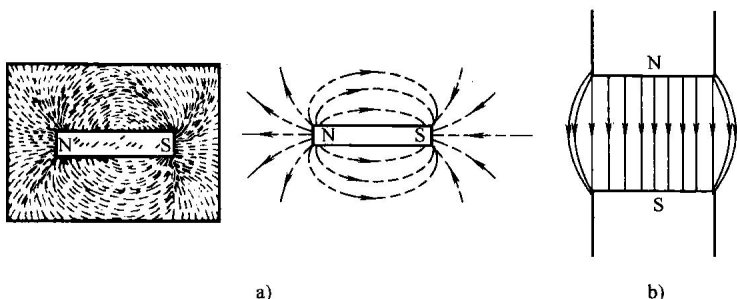

图 1-1 磁场及磁力线
3) 磁力线的疏密程度通常表明了磁场的强弱；在磁场强的地方磁力线比较密；反之磁力线比较疏，磁场均匀的地方，磁力线疏密均匀并互相平行，如图 1-1 所示。